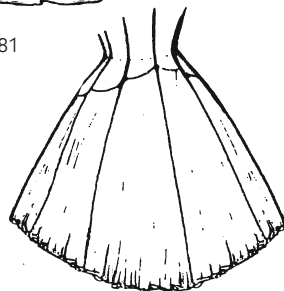

Рис. 283
- очень облегающая баска, не имеющая сборок на уровне фестонов (рис. 283).